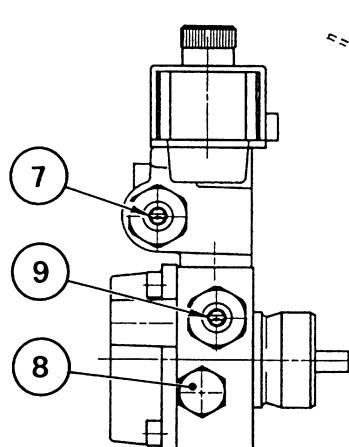

Fig. 15
Si la pression doit être modifiée, il suffit de tourner la vis (7). Le manomètre pour le contrôle de la pression doit être monté à la place du bouchon (8), (voir Fig. 15).
Si la pression doit être modifiée, il suffit de tourner la vis (9). Le manomètre pour le contrôle de la pression doit être monté à la place du bouchon (8), (voir Fig. 15).